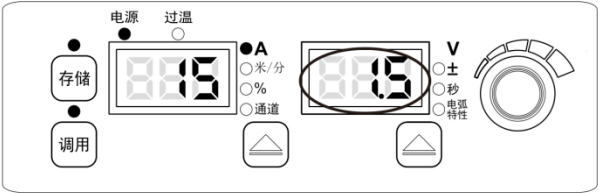

图 3-26 电压调节范围锁定界面
4. 在电压调节范围锁定界面下，根据数码管闪烁提示，如图 3-26 所示，用焊接电源面板旋钮设定好电压调节范围，分别模式下默认电压调节范围锁定为±1.5V，一元化模式下默认电压修正值调节范围锁定为±5，按调用键确认，自动进入参数范围锁定。